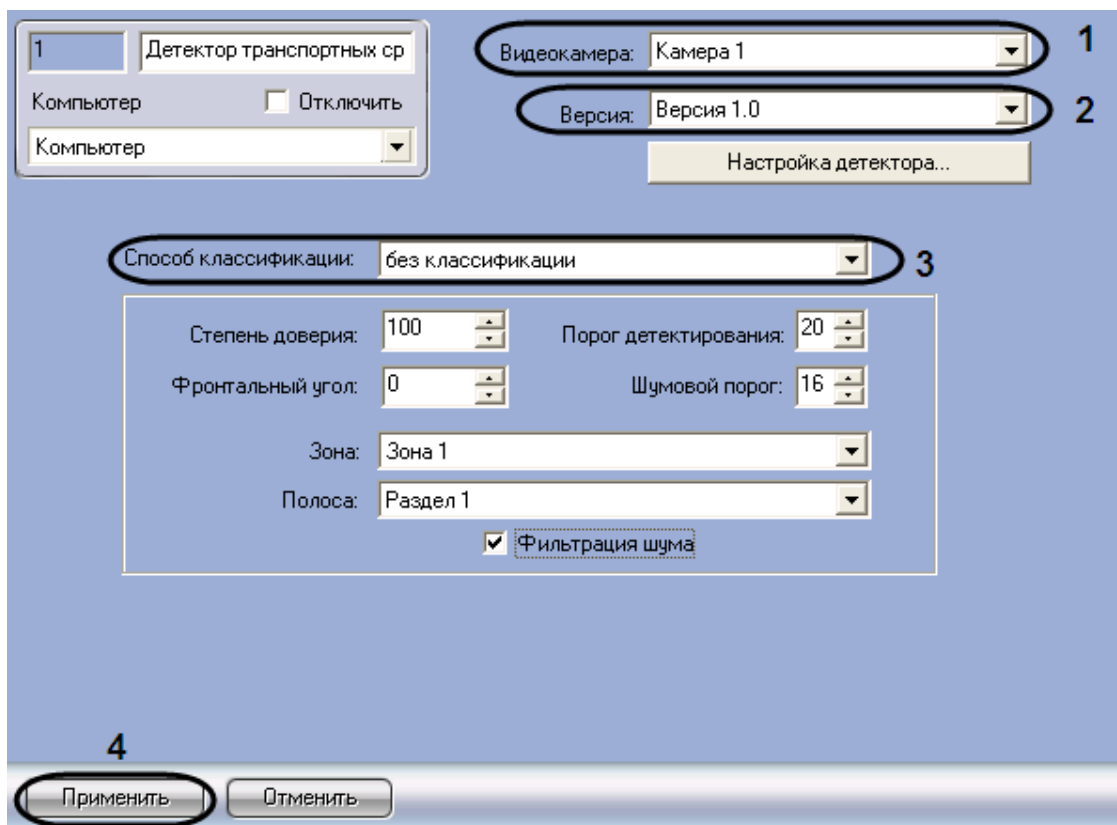

Рис. 7.7—2. Задание параметров детектора транспортных средств
1. Перейти на панель настройки объекта «Детектор транспортных средств» (см. Рис. 7.7—2)
- Из раскрывающегося списка «Видеокамера» выбрать объект «Камера», соответствующий видеокамере детектора транспортных средств (см. Рис. 7.7—2, 1)
- Из раскрывающегося списка «Версия» выбрать требуемую версию детектора (см. Рис. 7.7—2, 2)
- Из раскрывающегося списка «Способ классификации» выбрать требуемый способ классификации детектируемых транспортных средств для занесения информации в базу данных процессора транспортного потока (см. Рис. 7.7—2, 3)